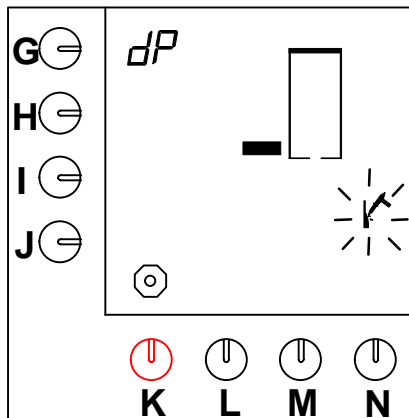

Fig. 24 Första nivå avkalkningsprogram varmvattensystem
- Det första nivåblocket visas på displayen och hammarsymbolen blinkar (fig.24).